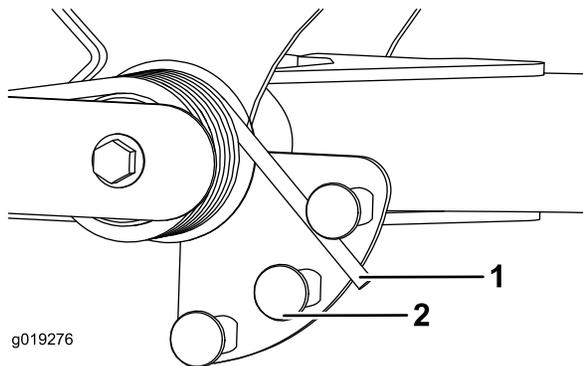

図 30
2. スプリングの長い方の端部にチューブのようなものを取り付けて、スプリングアクチュエータの周囲に巻きつけるようにして希望位置にセットする 図 30。